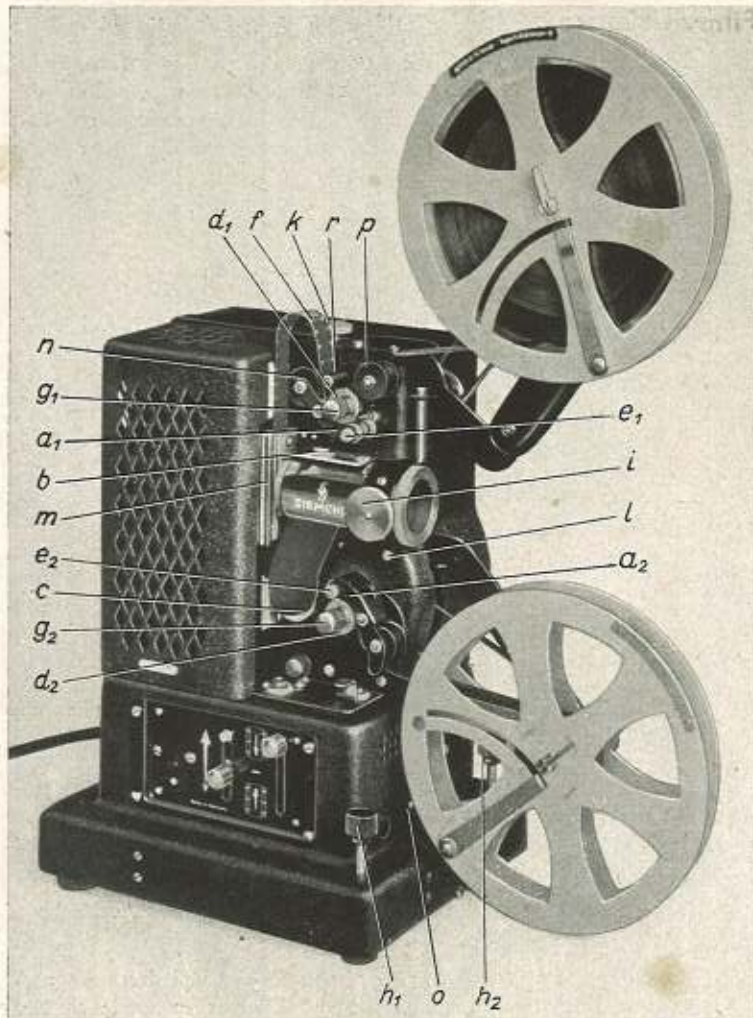
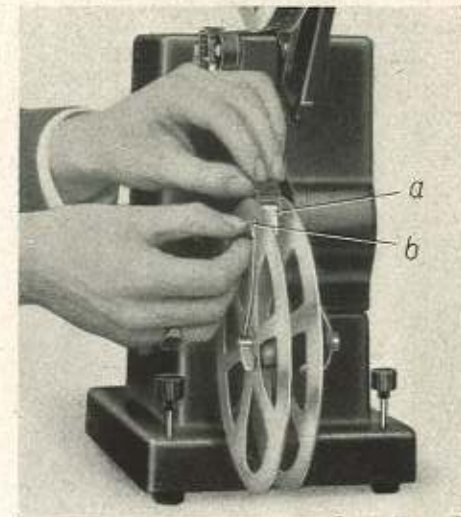

Bild 9. Projektor mit eingelegtem Film.
Bild 10. Einfädeln des Films in die Siemens-Spule.
Durch Verrücken des Projektors nach links oder rechts Bild seitlich, durch Drehen der Höheneinstellschrauben ( $h_1$ ,  $h_2$  in Bild 9) in der Höhe ausrichten.
Spule mit Film auf Achse des oberen Spulenträgers stecken, wobei Schwenkarm (b in Bild 10) auf der Seite liegen muß, auf der sich umlegbare Zunge befindet. Zunge in der Richtung umlegen, daß sie Schwenkarm nicht behindert (Bild 9). Leerspule in gleicher Weise auf Achse des unteren Spulenträgers aufsetzen.
1. Andruckrollenhalter ( $a_1$ ,  $a_2$  in Bild 9) von Zahntrommeln ( $d_1$ ,  $d_2$ ) abdrücken bis zum Einrasten.
9. Schwenkarm (b in Bild 10) der unteren Filmspule nach außen schwenken und Ende des Filmbandes in federnde Klemme (a) einklemmen.
Fein: Drehen des Stellknopfes (i in Bild 9).
Die zwischen zwei aufeinanderfolgenden Filmbildern liegende Trennungslinie, der Bildstrich, durch Drehen an der Bildstrich-einstellschraube (k in Bild 9) aus der Bildfläche herausbringen. Bildstrich und Bildschärfe während der Vorführung beobachten und gegebenenfalls nachstellen.
2. Bildstrich einstellen, durch Drehen am unteren Zahntrommeltriebknopf ( $g_2$  in Bild 9).
Wie bei Standbildprojektion, dann aber unteren Zahntrommeltriebknopf ( $g_2$  in Bild 9) weiterdrehen:
Unterer Spulenträger: Auf Auslöseknopf (1 in Bild 9) drücken, Spulenträger dabei halten, damit er nicht auf das Gehäuse prallt (Schutzblättchen o.).